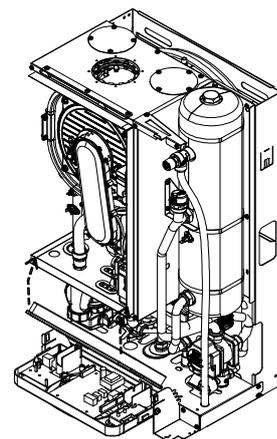

Fig. 6
- Dévisser les quatre vis de fixation et retirer le capot (Fig.6)